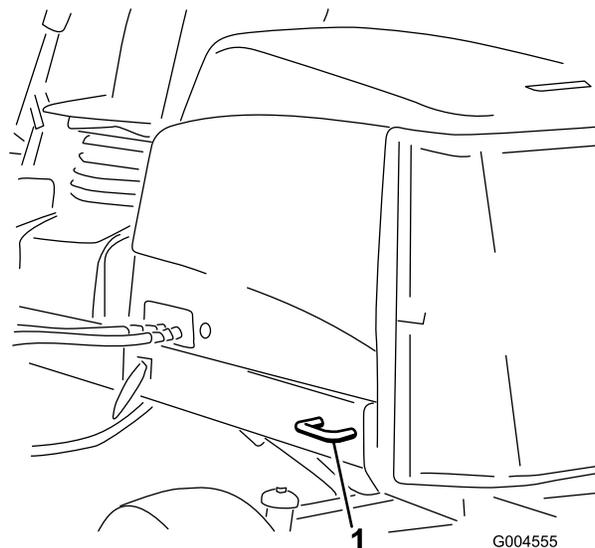

Рисунок 69
- В задней части – используйте каждую сторону машины на задней раме (**Рисунок 69**)